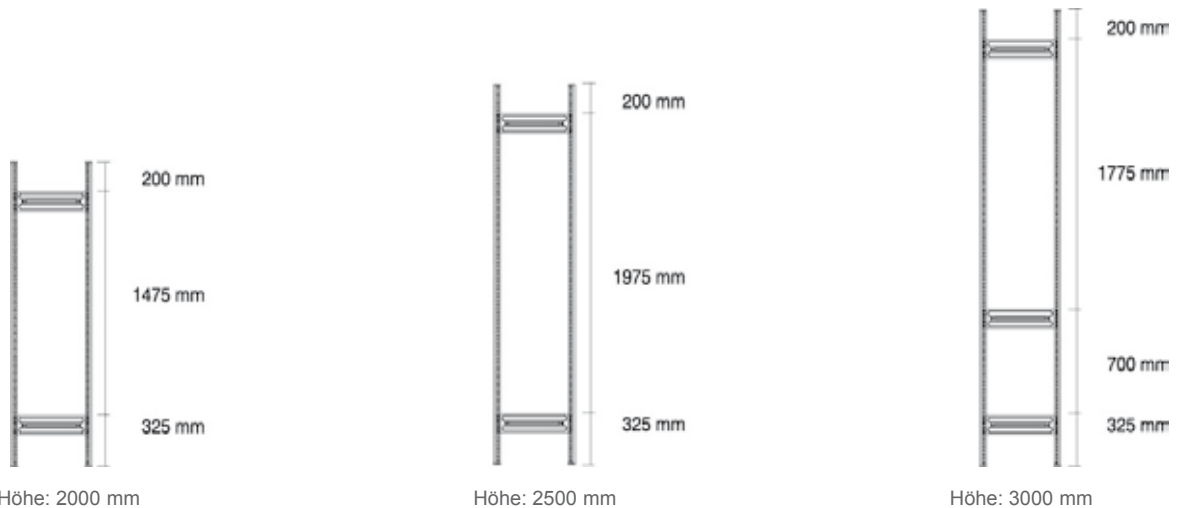

Abb. 1
Zwei Profile im Abstand der Profilverbinder anordnen. Profilverbinder entsprechend **Abb. 1** (die Pfeile zeigen in Richtung des Fußbodens) einsetzen und mit einem Gummihammer o.ä. in die Profile einschlagen.
**Achtung:** Die Fixierprägung der Profilverbinder (**Abb. 1 a**) muß auf beiden Seiten in die Stützprofile einrasten (**Abb. 2 a**).
Abb. 1 a ▶